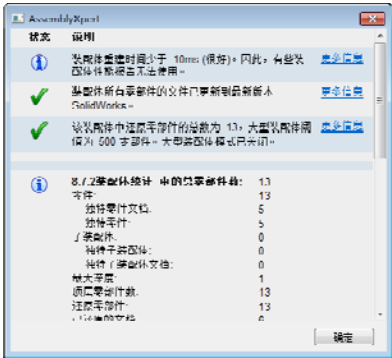

图 8-50 【AssemblyXpert】对话框
- 02 单击【评估】工具栏中的  【AssemblyXpert】按钮，屏幕上将打开【AssemblyXpert】对话框，即装配体的统计信息对话框，如图 8-50 所示。